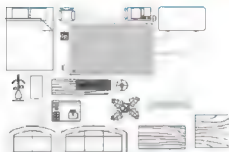

图 1.29 从右向左选为交叉选
- (2) 启动【删除】命令, 命令行出现选择对象: 的提示。
- (3) 如图 1.29 所示, 从右上 D 点至左下 C 点拉窗口。“茶几”含在窗口内, “沙发”和“钢琴”等与窗口相交, 它们均将被选中。按 Enter 键后被选中的对象即被删除。
- (4) 按 Ctrl+Z 组合键返回。注意区分, 窗选拉出的是蓝色透明窗口, 且窗口轮廓线为实线; 交叉选拉出的是绿色透明窗口, 且窗口轮廓线为虚线。